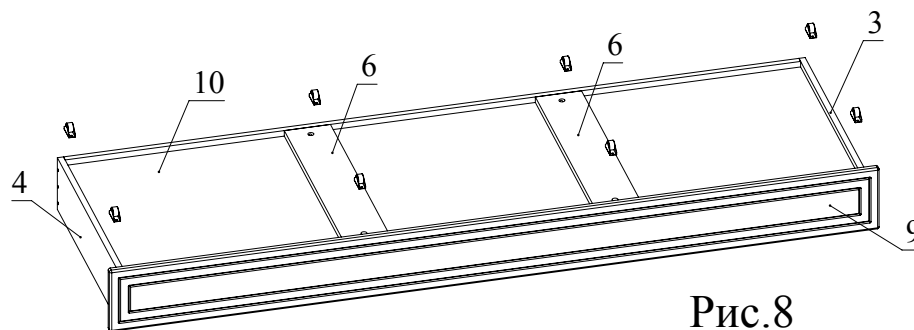

Рис.8
10. Закрепите при помощи шурупов 3,5x16 ролики стационарные на детали 3, 4, 6 (2 шт.) (Рис. 8).